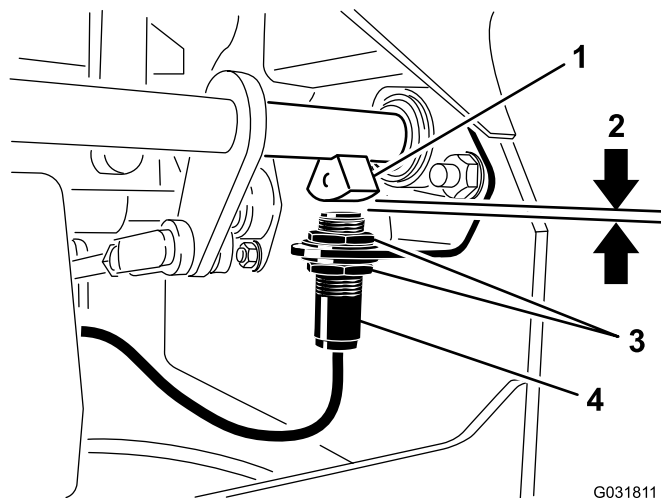

Figura 48
4. Spostate il microinterruttore verso l'alto o il basso, lungo la staffa, fino a quando la distanza tra il sensore dell'albero del freno e il pulsante del microinterruttore è di 4 mm, come illustrato nella Figura 48.